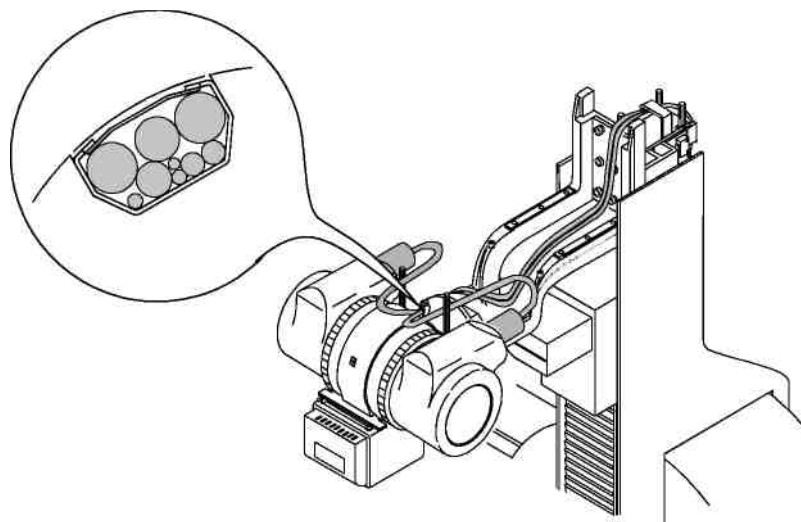

Рис.3-18.
4. Разместите кабели, и провода внутри кронштейна как указано на (Рис.3-18).